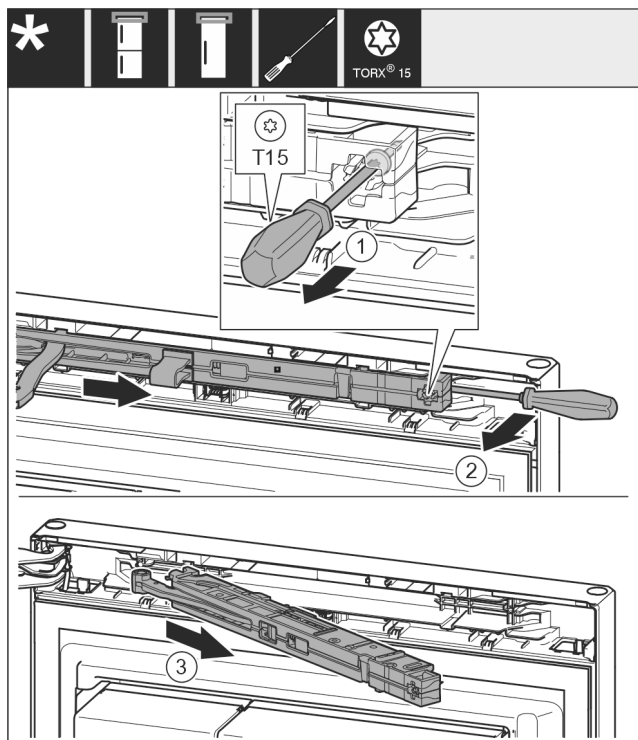

Fig. 8
- ▶ Schraube an Schließdämpfereinheit mit Schraubendreher T15 ca. 14 mm lösen. Fig. 8 (1)
- ▶ Mit einem Schraubendreher griffseitig hinter die Schließdämpfereinheit fahren und Einheit nach vorne drehen. Fig. 8 (2)
- ▶ Schließdämpfereinheit herausziehen. Fig. 8 (3)